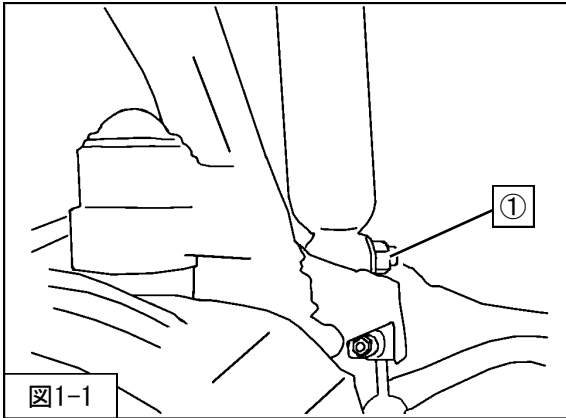

図1-1
2. ①フロントサスペンションASSYロア取付ナットを取外してください。(図1-1)